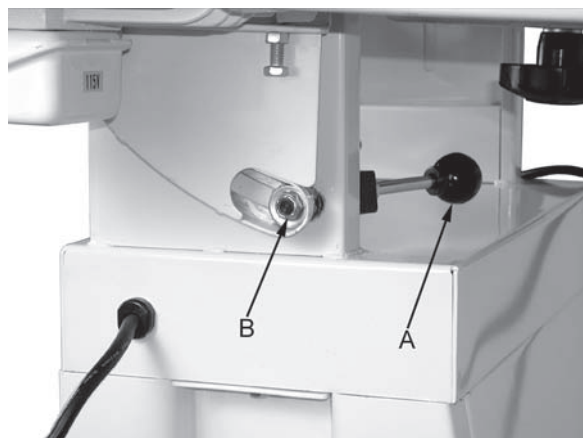

Figur 7
Se Figur 7:
2. Løse (lås opp) hendelen (B, Figur 7) og plasser pussebordet i horisontal stilling som vist i (A, Figur 7). Ikke lås.